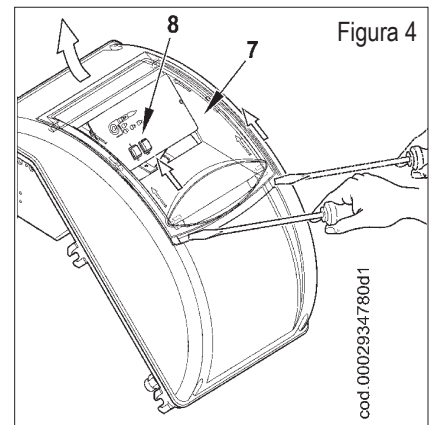

Figura 4
- Para cerrar la tapa del cuadro eléctrico, atornillar los 4 tornillos (1) a un par de apriete de aproximadamente 5 Nm para asegurar una correcta estanqueidad. A este punto, para acceder al panel de mandos (8), desenganchar el portillo transparente (7), ejercitando una leve presión con una herramienta (un destornillador, por ejemplo) en dirección de las flechas de la figura 4, deslizarla por una pequeña sección y separar el portillo de la tapa.